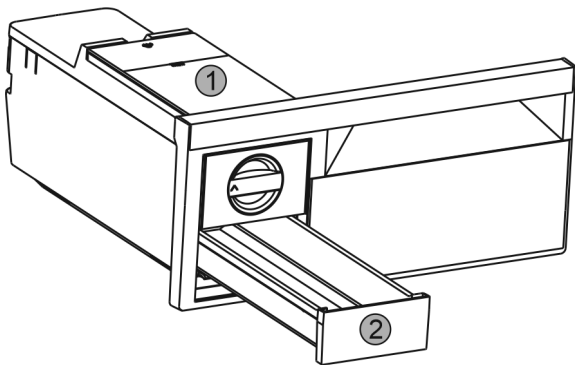

Fig. 37
- ▶ Извадете резервоара за вода Fig. 37 (1) и чекмеджето за ледени кубчета Fig. 37 (2).